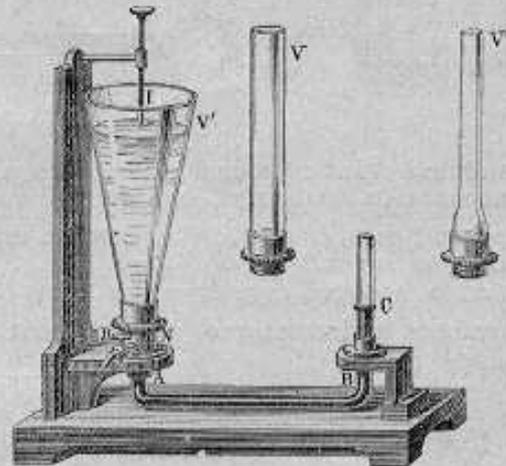

Fig. 72.
**Appareil de Haldat** (fig. 72), pour la démonstration du même principe que ci-dessus; les tubes V et V' se vissent sur le plateau-support. Grand modèle . . . . . 75 »